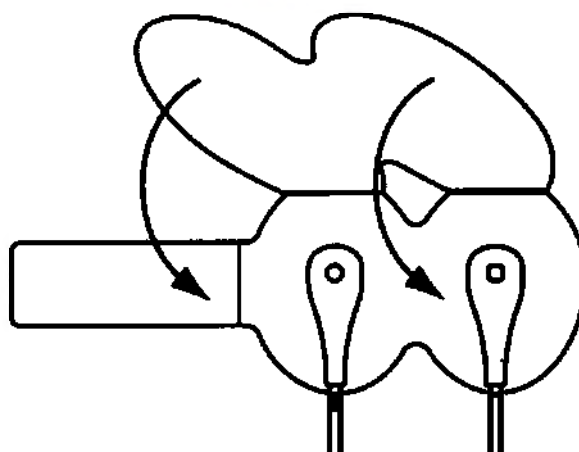

Рис. 5.1.54.
3. См. рис. 5.1.54. Заверните верхнюю часть фиксирующей плёнки под внутренние подушечки датчика и снимите покрывную плёнку обмотанной части фиксирующей манжеты перед установкой датчика на место (только для манжеты CleanShield).